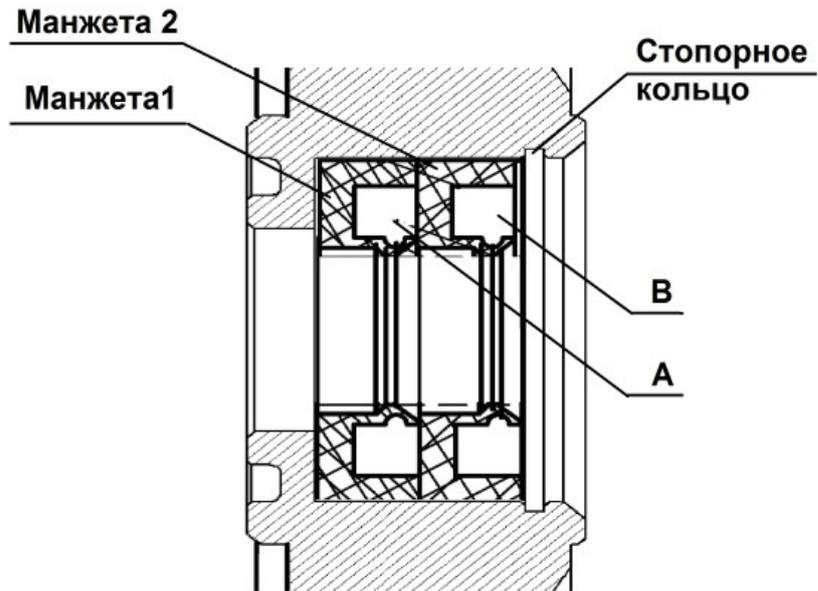

Рис. 14. Схема установки манжет.
- со стороны духовки снять кольцо стопорное и снять 2 манжеты (см. рис. 14);